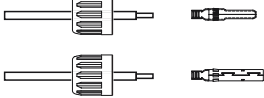

Figura 4.9 Insira o fio no conector Porca-cap e pino de contato
2. Insira o fio na porca-capa do conector e no pino de contato (veja a figura 4.9).